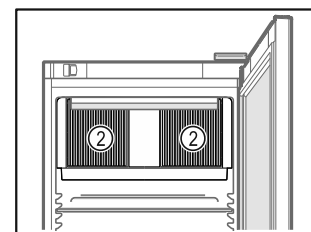

Fig. 48
- ❑ Oslobodite ventilacijske proreze *Fig. 48 (2)* za ventilator optoćnog zraka u unutrašnjosti.